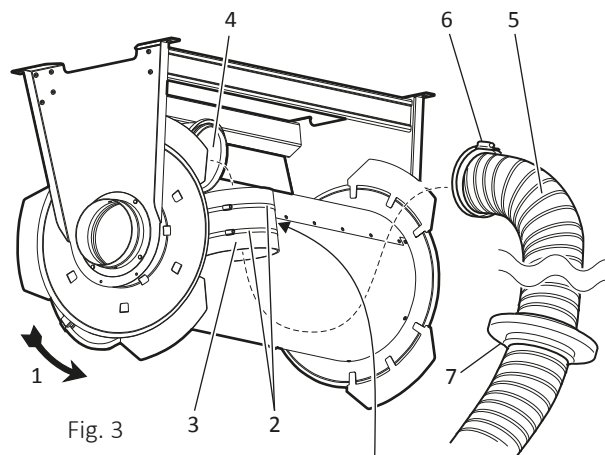
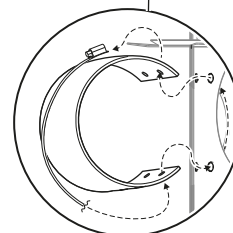

Fig. 3
Fig. 4
2. Säkra pallen och förspänn slangrullen enligt tabell. Vrid trumman i pilens riktning (1, Fig. 3).
3. Demontera slangklammer (2) och gummiduk (3).
4. Montera slang (5) på sugkanal (4) med slangklammer (6).
5. Säkra slangen genom att först placera gummiduken (3) runt slangen. Sedan förs slangklammer (2) in genom hålen och runt gummiduken för en säker låsning (Fig. 4).
6. Montera slangstoppen (7, Fig. 3) i önskat läge. Släpp spärren och rulla in slangen tills den stoppar mot slangstoppen. Kontrollera slangstoppens funktion och montage.